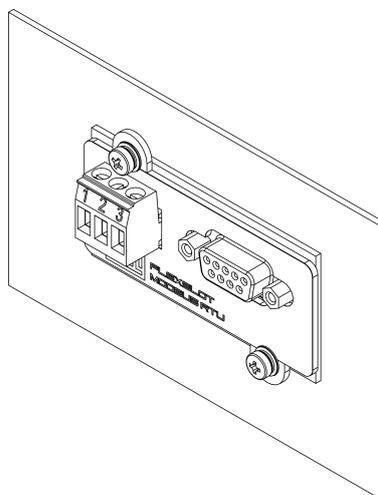

Figura 5.5: Acessório totalmente inserido no slot.
- Insira o FLEXSLOT - Modbus RTU até que a sua tampa frontal metálica fique alinhada com o slot, conforme mostra a Figura 5.5.